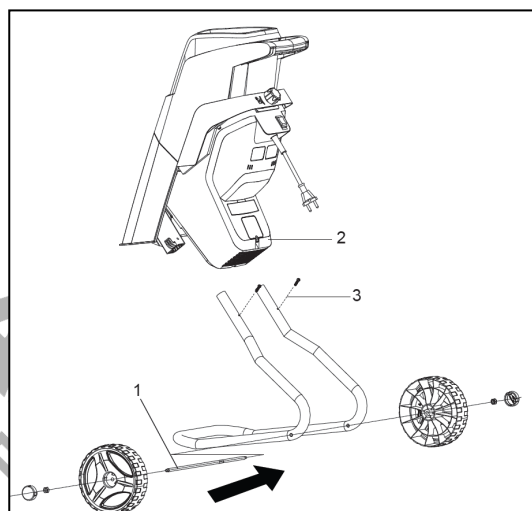

Fig. 1
1. Inserire l'asse della ruota (Fig. 1 - 1) attraverso i fori inferiori del supporto.
1. Inserire le due estremità del supporto nella parte inferiore dell'alloggiamento del trituratore (Fig. 1 - 2).
2. Allineare i fori e fissare le due viti su entrambi i lati del supporto (Fig. 1 - 3).